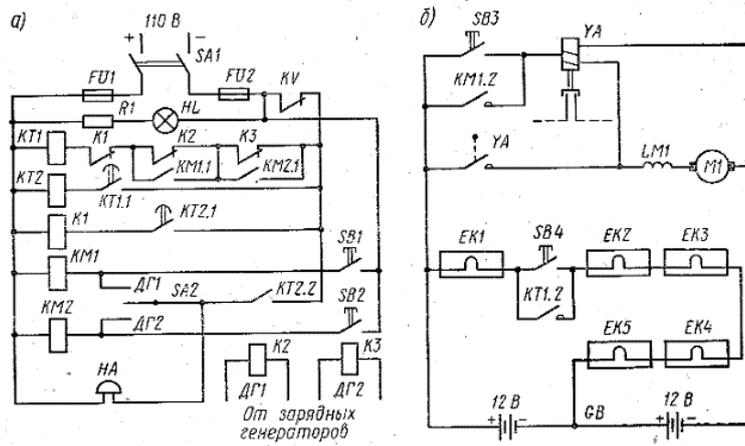

Рис. 3
3. Указать элементы электрической принципиальной схемы управления ДГ-25 со стартерным пуском (рис.3). Объяснить порядок работы схемы в штатных и аварийных ситуациях.